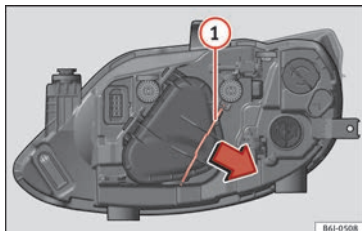

Fig. 94 Faro simple.
- Desplace el tirante » **fig. 94** ① en el sentido de la flecha y saque la tapa.